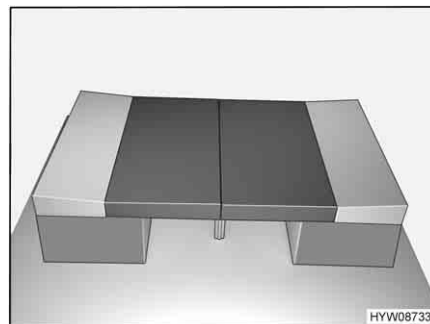

Fig. 90 Après la transformation
- Placer les coussins de dossier entre les coussins d'assise et la paroi (voir Fig. 90).